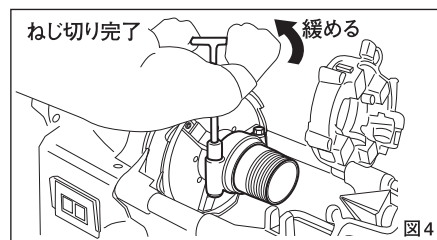

図4
- ニップルアタッチメントの「六角ボルト」(2カ所)を2~3回転ゆるめ、出来たニップルを手で回して取り外してください。(図4)